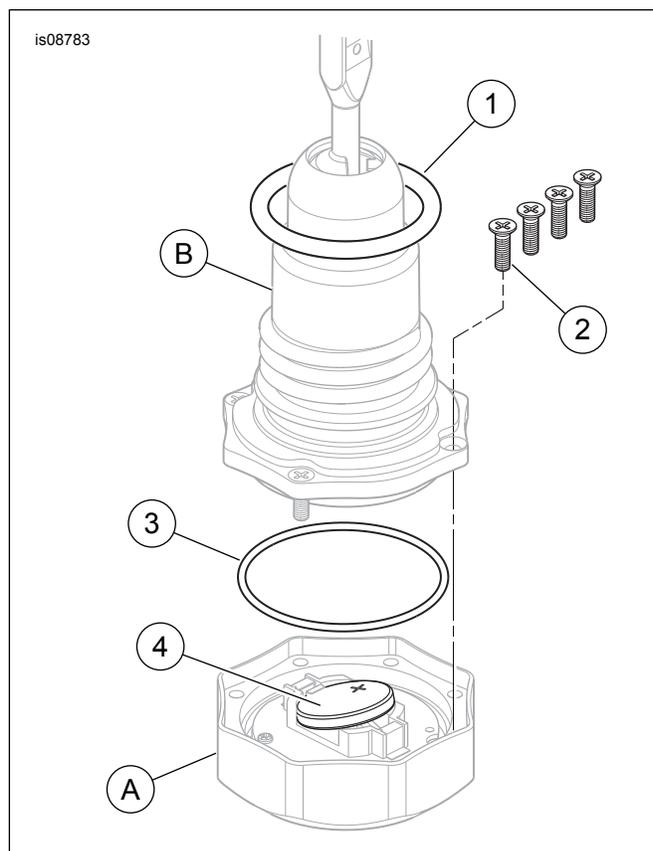

Figure 3. Kit d'entretien jauge
Un kit d'entretien de jauge (numéro de pièce 91800066), qui comprend des joints toriques, des vis et une batterie CR 2032 de remplacement, est disponible pour certains modèles (voir Tableau 1 et Figure 3).
Voir Figure 3 . Faites attention lorsque vous séparez le corps d'affichage supérieur (A) et l'ensemble jauge inférieure (B).
1. Retirer les quatre petites vis cruciformes (2) situées sous le corps de l'écran.
- Certains modèles nécessitent l'achat d'un kit d'entretien Dipstick (numéro de pièce 91800066), disponible auprès d'un concessionnaire Harley-Davidson. Ce kit comprend des joints toriques, des vis et une pile CR 2032 de remplacement (voir Figure 3 et Tableau 1).
Voir Figure 3 . Marquer les composants du corps d'affichage supérieur (A) et de la jauge inférieure (B) avant le démontage, afin qu'ils puissent être assemblés dans le même alignement de rotation. Soyez prudent lorsque vous séparez les deux composants.
3. Noter l'orientation de la pile. À l'aide d'une pointe ou d'un petit tournevis, insérer délicatement l'outil sous la pile (4). Retirer doucement la pile et l'éliminer. Insérer la nouvelle pile comme indiqué. Pousser la pile vers le bas jusqu'à ce qu'elle soit bien en place.